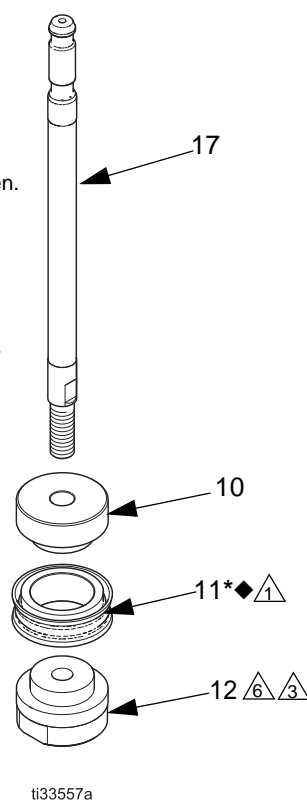

ABB. 3. Aus- oder Einbau des Kolbens (Nur für 750 ccm Modelle)
Nur für 750 ccm Modelle: Kolbendichtung (11*◆) auf Kolben (10) montieren. Siehe ABB. 3, Seite 7.
2. Hochfesten (roten) Loctite® 263 oder 2760 auf das Gewinde des Innendurchmessers der Kolbenmutter (12) aufbringen. Stange (17) durch Kolben (10) und Distanzstück (40; wird bei den 750 cc Modellen nicht verwendet) in Kolbenmutter (12) schrauben. Die Kupplungsmutter mit 129-135 N•m (95-100 ft-lb) festziehen. Das Abdichtmittel muss vor dem Einsatz mindestens 12 Stunden lang aushärten können.